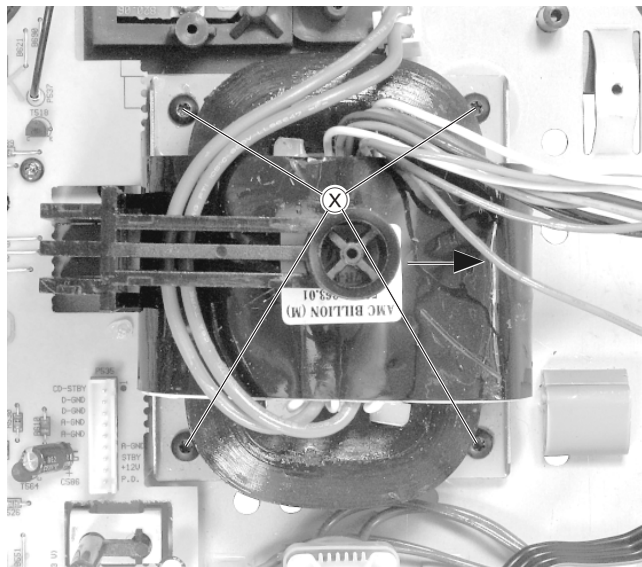

Fig. 11
- 4 Schrauben ⊗ (Fig. 11) herausschrauben.
- Undo 4 screws ⊗ (Fig. 11).